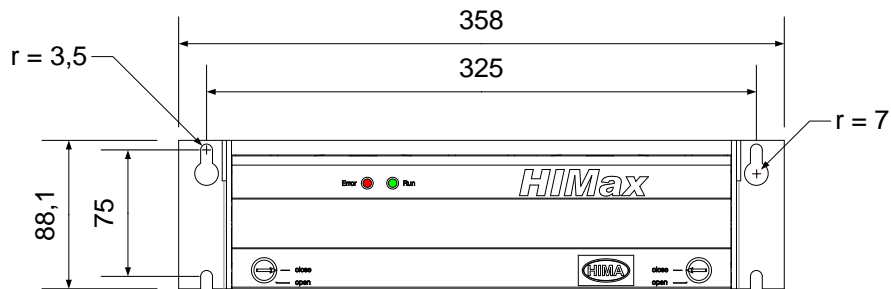
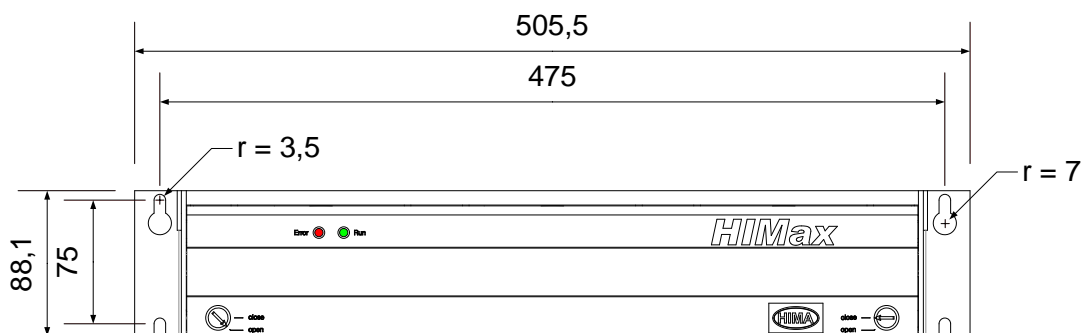
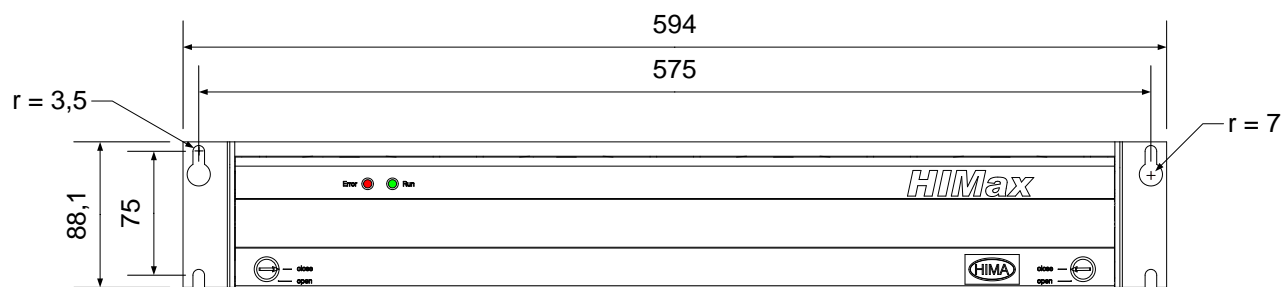

Bild 7: Maßzeichnung Systemlüfter 10 01 und 10 03
Bild 8: Maßzeichnung Systemlüfter 15 01 und 15 03
Bild 10: Maßzeichnung Systemlüfter 18 01 und 18 03
2. Abstände der Gewindebohrungen den Maßzeichnungen entnehmen, siehe Bild 7, Bild 8 und Bild 10.